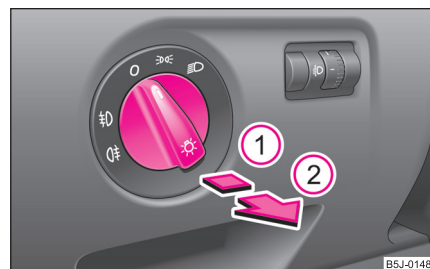

Fig. 35 Tabloul de bord: Întrerupătorul de lumină
- Rotiți întrerupătorul în poziția 𐄂 sau 𐄂 ⇒ fig. 35.
- Acționați întrerupătorul până la **prima treaptă** ①.
- Rotiți întrerupătorul în poziția  sau  ⇒ pagina 47, fig. 35.